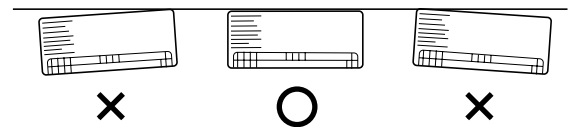

Abb. 3-62
(2) Mit Messband oder Wasserwaage prüfen. Dies ist für korrekten Einbau der Einheit wichtig. (Abb. 3-62)
(3) Sicherstellen, dass die Rückwand mit der Wand bündig ist. Jeglicher Abstand zwischen Einheit und Wand verursacht Geräusche und Vibrationen.